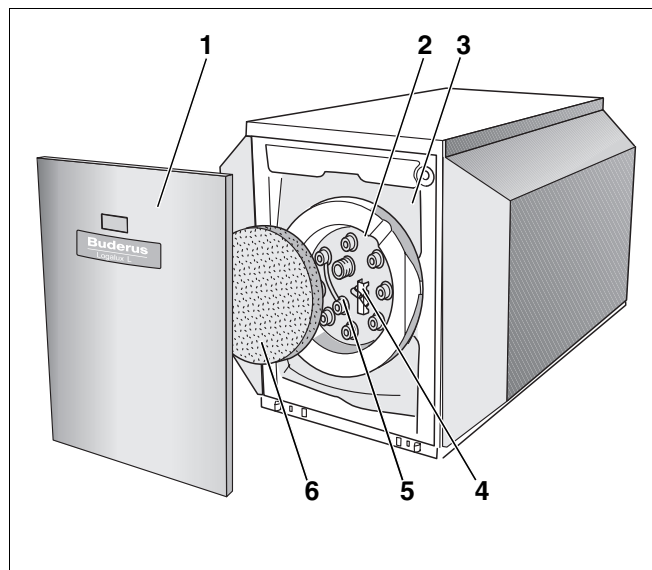

Рис. 1 Бак-водонагреватель Logalux L135 – 200
Антикоррозионная защита состоит из гигиеничной термоглазури DUOCLEAN MKT, разработанной фирмой Бударус, и дополнительной катодной защиты в виде магниевого анода (рис. 1, поз. 5), доступ к которому осуществляется через крышку люка (рис. 1, поз. 2).
- Крышка люка (рис. 1, поз. 2) для проведения техобслуживания и чистки.
- Теплоизоляция (рис. 1, поз. 3)
Теплоизоляция из не содержащего вредных веществ полиуретанового пенопласта нанесена непосредственно на бак. Теплоизоляционный элемент (рис. 1, поз. 6) из пеноматериала уменьшает теплопотери через крышку люка.
- Температурный датчик (рис. 1, поз. 4)